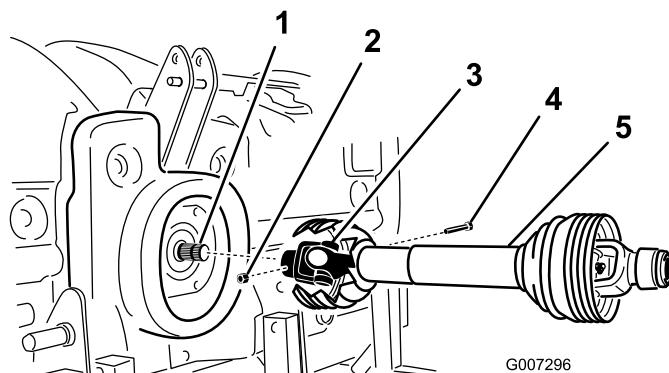

Figura 8
2. Ligue o veio da tomada de força ao veio de entrada da caixa de velocidades com um parafuso de 1/2 x 3,00 polegadas e uma porca de 1/2 polegadas (Figura 8).